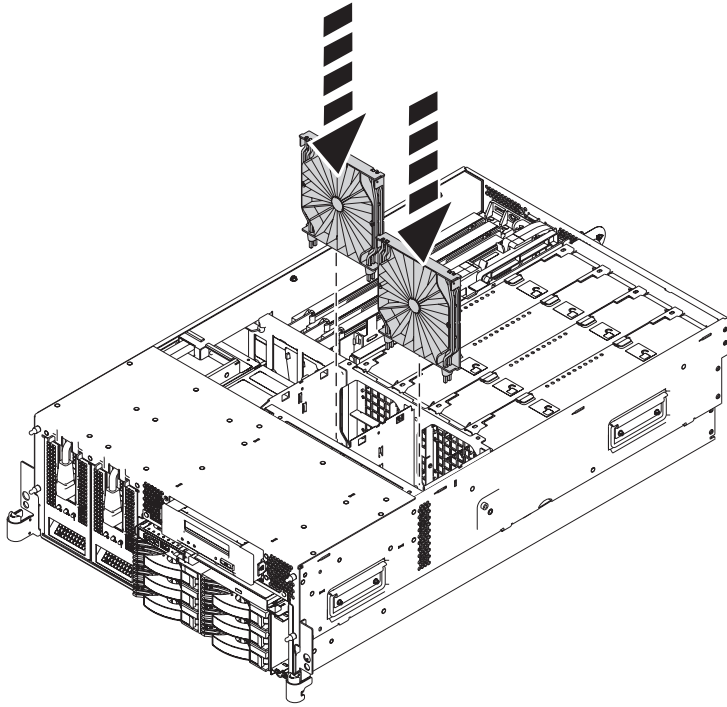

Figure 18. Installation des grilles d'aération dans le boîtier de ventilation d'un modèle 04E/8A
- 2) Pour installer les grilles d'aération, insérez les grilles d'aération dans leur emplacement dans le boîtier de ventilation et poussez-les jusqu'à ce qu'elles s'emboîtent dans leur emplacement, comme indiqué dans la figure 18, à la page 27.